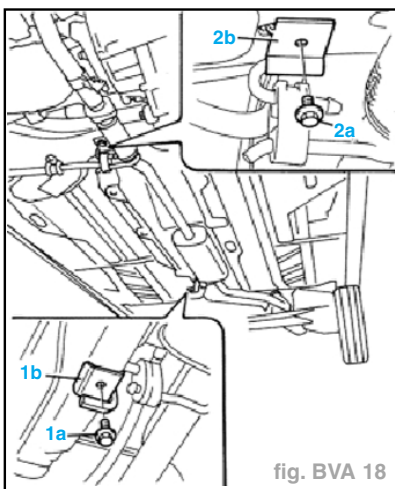

fig. BVA 18
- Dévisser la vis de fixation (1a) de l'étrier AR de support tuyau d'échappement (1b) (fig. BVA 18).